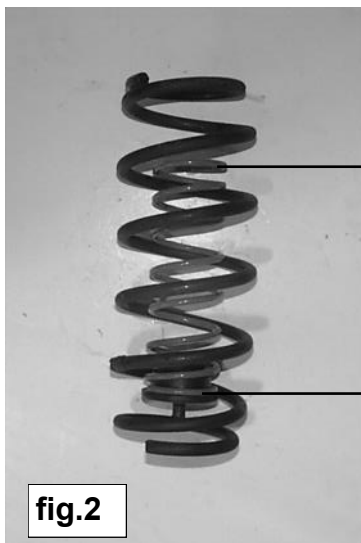

fig.2
4. Plaats veerschotel **B** aan de onderkant van de hulpveer **C**. Zie fig. 2.
4. Place springseat **B** at the lower end of the auxiliary spring **C**. See fig. 2.
4. Platzieren Sie den Federteller **B** am unteren seite von der Niveaufeder **C**. Siehe Fig. 2.
4. Placez la coupelle **B** sous le ressort auxiliaire **C**. Cf. fig 2.